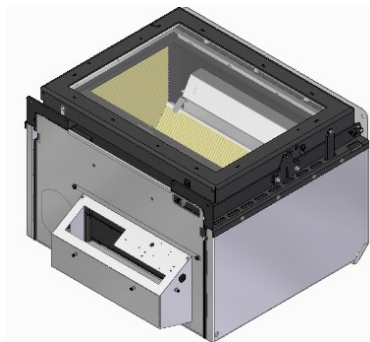

Figure 53 – Retrait des micro-joints inférieurs
b. Fixer le kit de ventilation sous l'unité, en bas, comme indiqué sur la photo, voir Figure 53